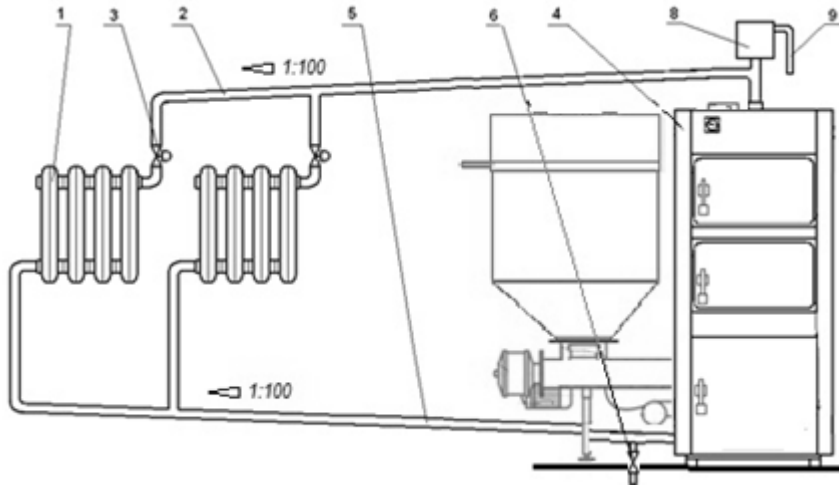

Рис. 3.Схема приєднання апарата до системи опалення і гарячого водопостачання.
2.2.2.2.6 Схема під'єднання апарата до системи опалення приведена на рис. 3.